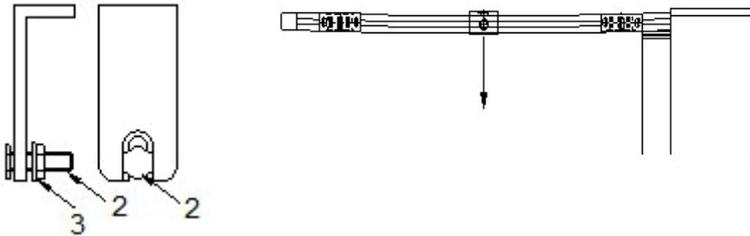

Abb. 20: Tuchstützdrahtwinkel
- » Schieben Sie die Schrauben (2 – Abb. 20) in den Schlitz der schon montierten Tuchstützdraht-Winkel und ziehen Sie die Muttern (3 – Abb. 20) fest.